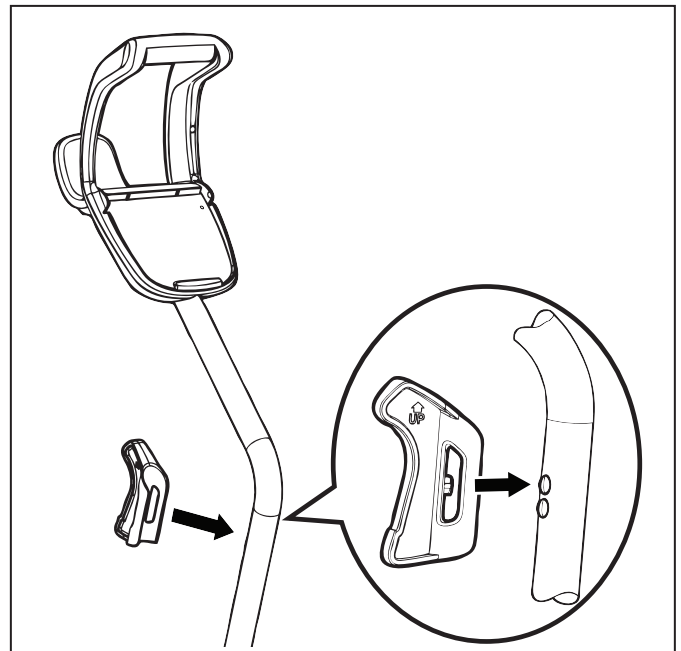

Figure 7. Accrocher le crochet du nettoyeur en place
- Alignez les goupilles du crochet du nettoyeur avec les trous supérieurs du tube de la poignée et enclenchez-les en place (Figure 7).